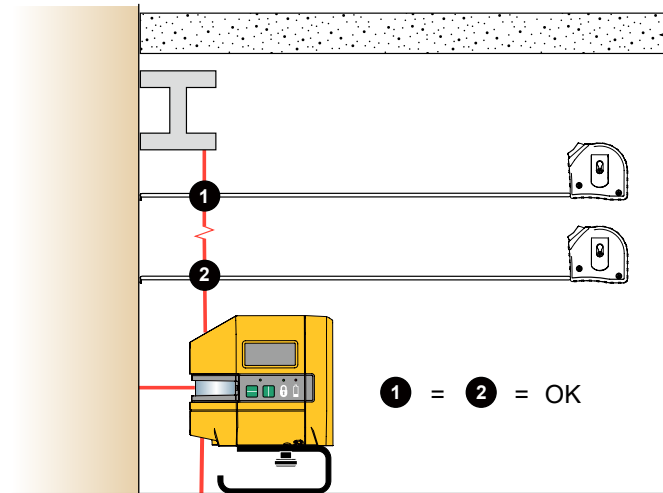

Afbeelding 5. Nieuwe schietloodmarkeringen
2. Centreer de omlaag gerichte laser over de kruismarkering. Zie Afbeelding 5.